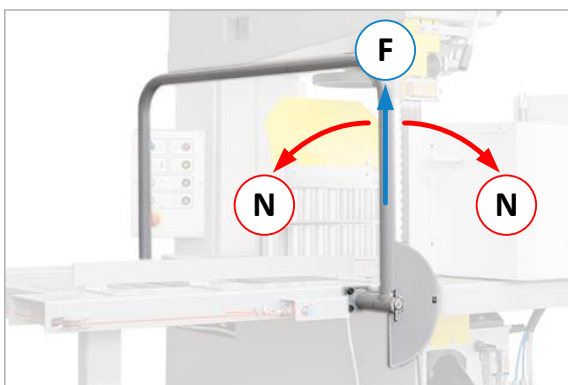

Abbildung 36: Stellungen des Not-Halt-Schalhbügels
- Der Schalhbügel lässt den Sägebetrieb zu, wenn er sich in seiner Mittellage (**F**) befindet (⇒ Abbildung 36).
- Sobald der Schalhbügel nach vorne gezogen oder nach hinten gedrückt wird, löst der Positionsschalter (**S**) aus und die Maschine wird in den Not-Halt-Zustand (**N**) versetzt (siehe ⇒ Abbildung 36).